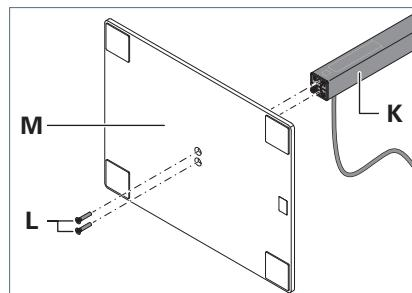

Fig. 3: Montaggio del tubo verticale.
- Montare il tubo verticale con le viti in dotazione L sul piede dell'apparecchio d'illuminazione M, vedere Fig. 3.